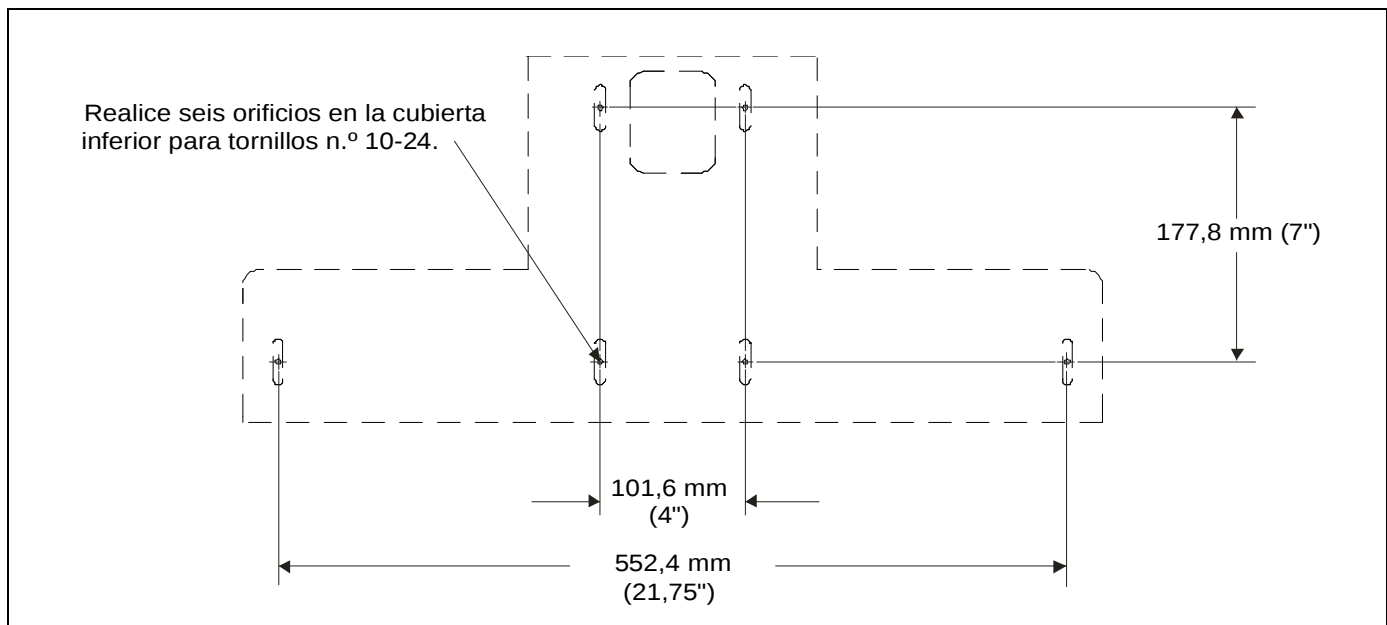

Figura 24
4. Prepare la cubierta inferior. Córtela del tamaño apropiado de modo que quede una separación entre la cubierta y la abertura del techo. Luego, realice seis orificios según el patrón y las medidas que se indican en la siguiente figura. (Consulte la Figura 24).